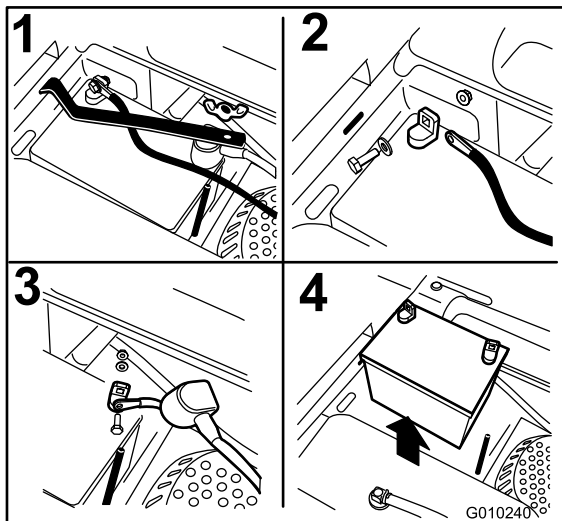

Bild 53
3. Nehmen Sie die Flügelmutter ab, mit denen die Batterieklemme befestigt ist (Bild 53).
4. Nehmen Sie die Klemme ab (Bild 53).
5. Klemmen Sie zunächst das Minuskabel (schwarz) vom Minuspol (-) (schwarz) der Batterie ab (Bild 53).
6. Schieben Sie die rote Polkappe vom Pluspol (rot) der Batterie ab, und klemmen Sie das Pluskabel (+) (rot) ab (Bild 53).
1. Setzen Sie die Batterie so in das Fach, dass die Klemmen auf der anderen Seite des Kraftstofftanks sind (Bild 53).
4. Befestigen Sie die Kabel mit zwei Schrauben, 2 Scheiben und 2 Sicherungsmuttern (Bild 53).
6. Setzen Sie die Klemme auf auf und befestigen Sie sie mit der Flügelmutter (Bild 53).